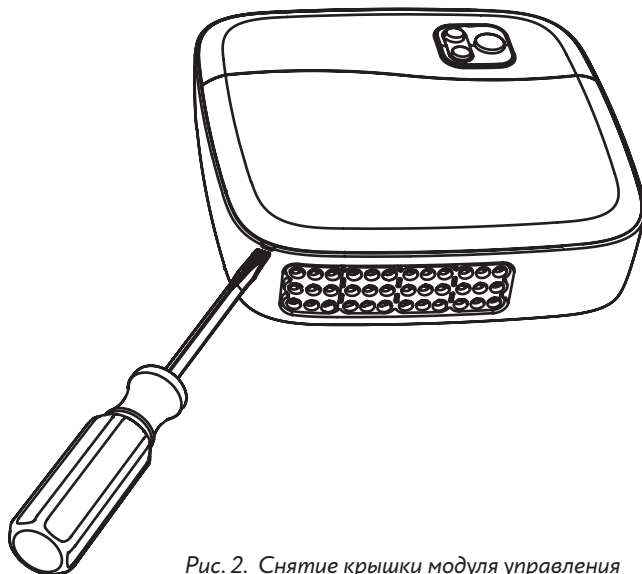

Рис. 2. Снятие крышки модуля управления
1. Снимите лицевую крышку модуля управления, поддев ее отверткой с плоским шлицем (рисунок 2, 3);